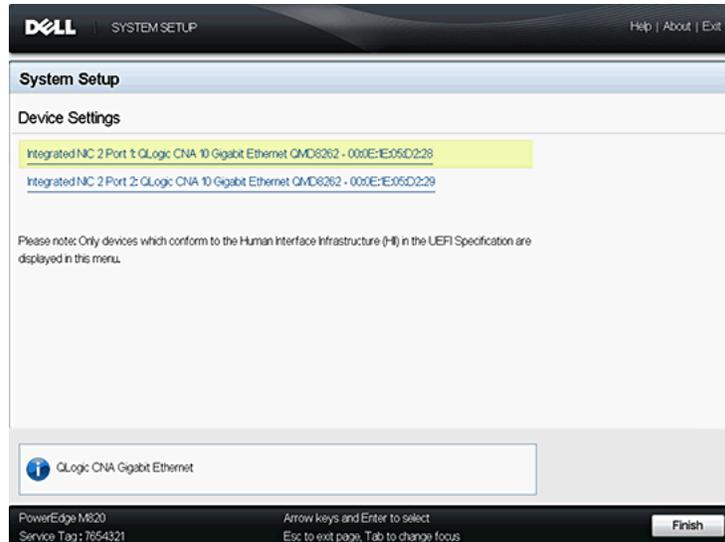

Figure 5-2. Sélection du périphérique à configurer
- Paramètres de périphérique (voir Figure 5-2)
3. Dans l'écran Device Settings, sélectionnez l'adaptateur à configurer ou afficher des informations sur celui-ci (voir Figure 5-2).